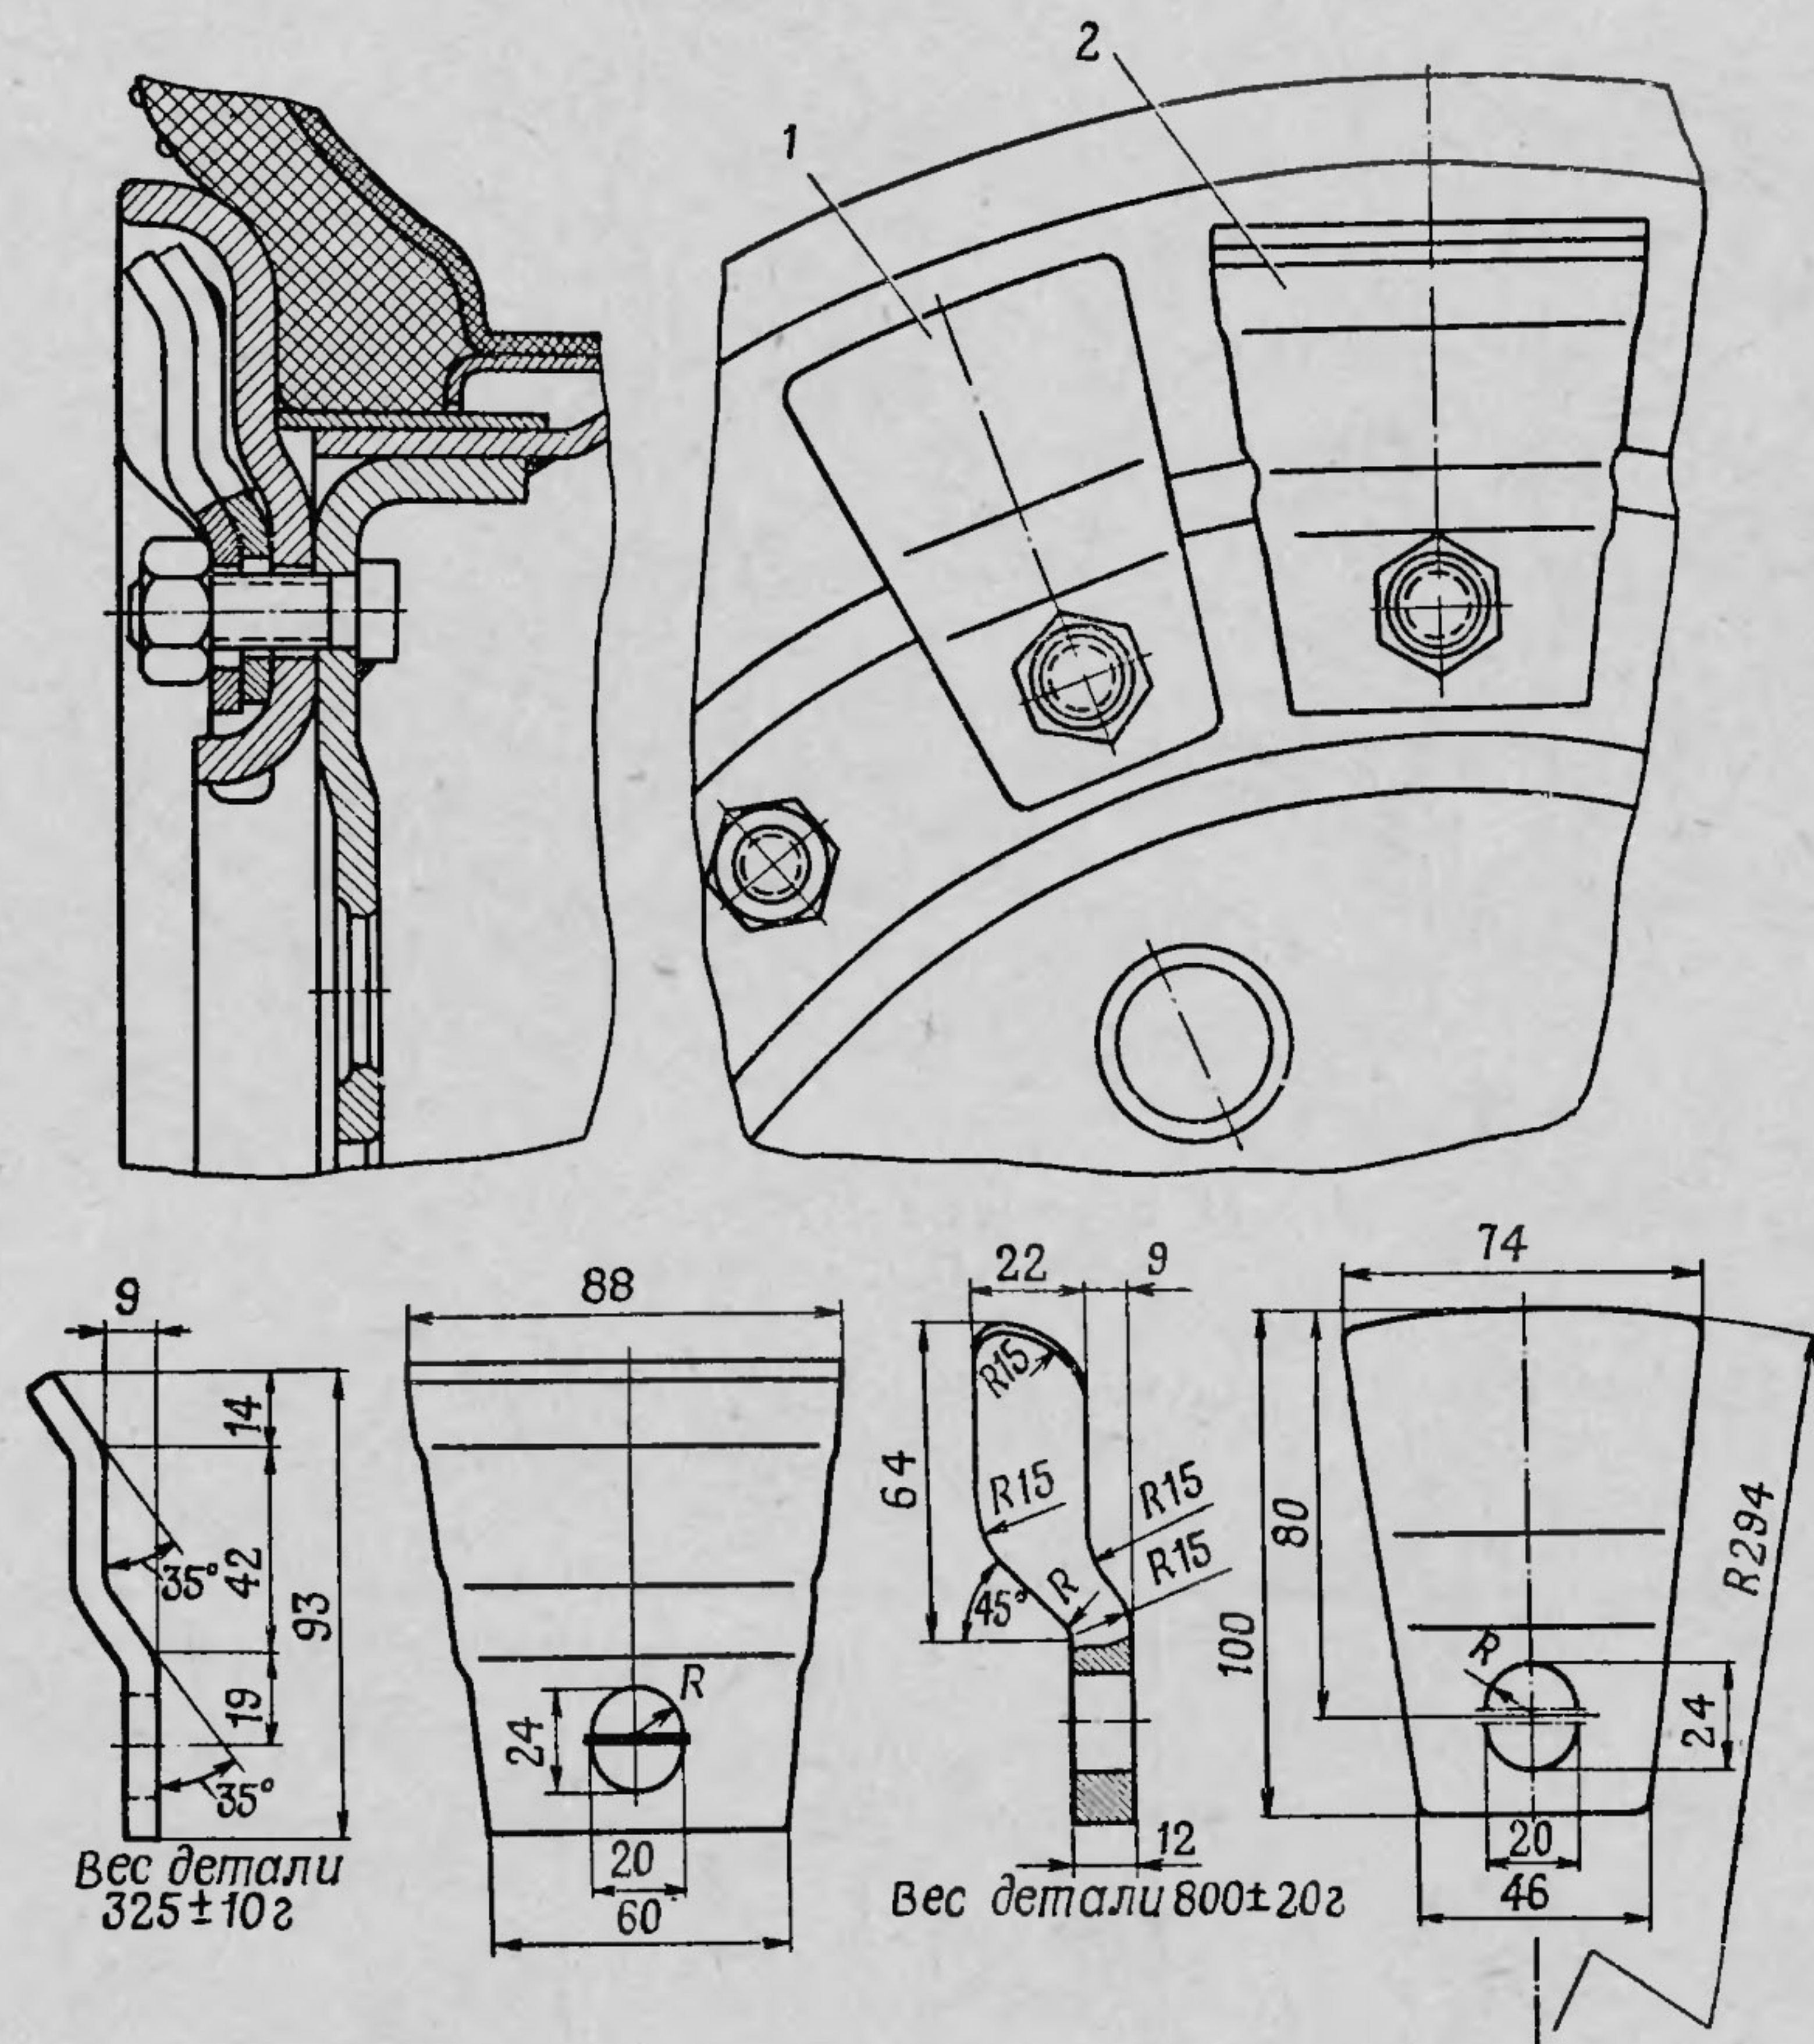

Рис. 52. Установка балансировочных грузиков и их размеры:
10. Установить на болты крепления бортового кольца в наиболее легком месте колеса необходимое количество грузиков (рис. 52).